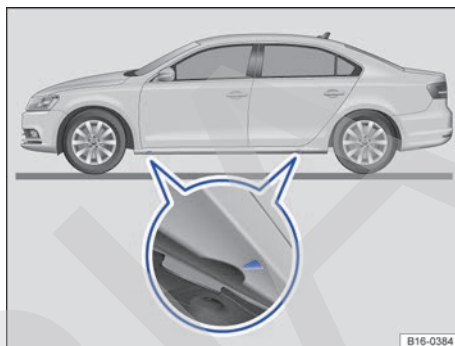

Fig. 221 Puntos de apoyo para el gato.
El gato únicamente se deberá colocar en los puntos de apoyo que se indican (marcas en la carrocería) → fig. 221. El punto de apoyo válido es el que se encuentra junto a la rueda correspondiente → **⚠**.
6. Busque debajo del vehículo el punto de apoyo para el gato → fig. 221 que se encuentre más próximo a la rueda que haya que cambiar.